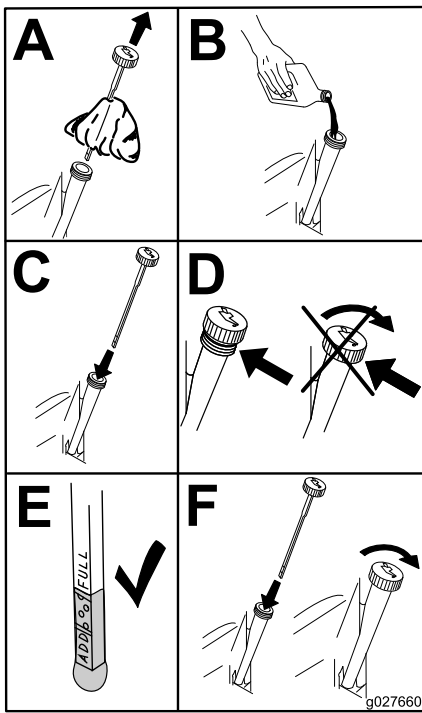

Figure 51
- Versez lentement environ 80 % de l'huile spécifiée dans le tube de remplissage, puis faites l'appoint lentement jusqu'à ce que le niveau atteigne le repère maximum (Full) (Figure 51).